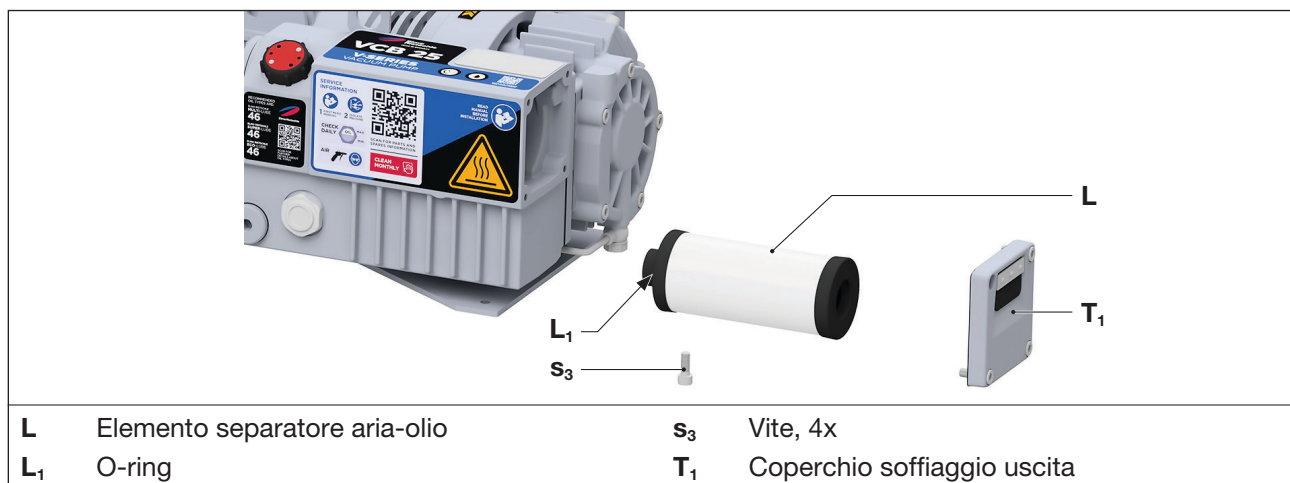

Fig. 7 Elemento separatore aria-olio
- Allentare le viti (Fig. 7/s3) sul coperchio di soffiaggio in uscita (Fig. 7/T1) e rimuovere il coperchio (Fig. 7/T1) con la guarnizione.
- Oliare leggermente l'O-ring (Fig. 7/L1) del nuovo elemento separatore aria-olio (Fig. 7/L) e inserire l'elemento separatore aria-olio nell'alloggiamento del separatore dell'olio.
- Riposizionare il coperchio di di soffiaggio in uscita (Fig. 7/T1) con la guarnizione e fissarlo con le quattro viti (Fig. 7/s3). Coppia: 10 Nm